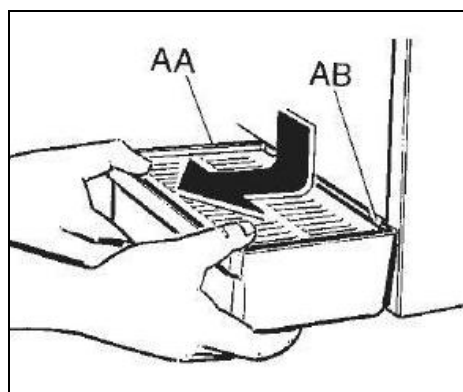

Fig. 12
- Démontez le bac d'égouttement (AA) en le tournant légèrement vers le haut et en le tirant vers l'extérieur (voir fig. 12).